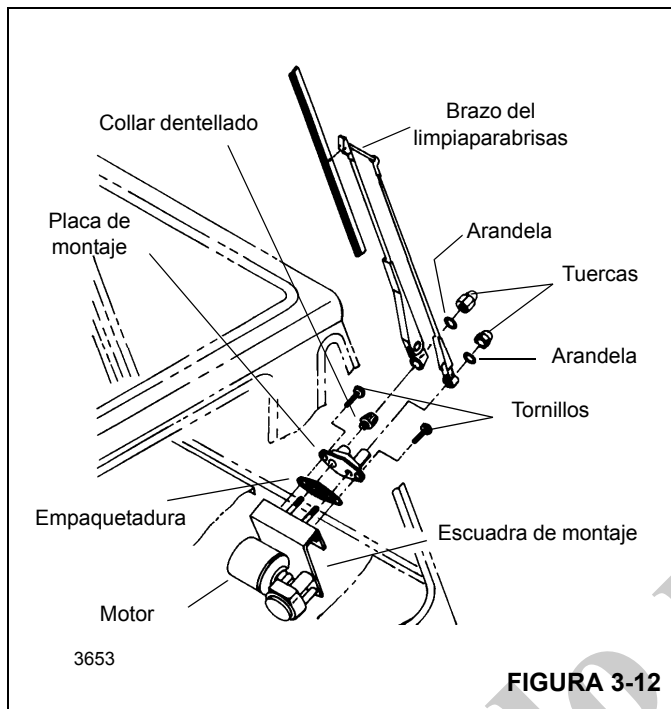

FIGURA 3-12
2. Conecte el motor del limpiaparabrisas a su escuadra con tornillos y arandelas (vea la Figura 3-12). Conecte el eje del motor del limpiaparabrisas a la manivela del conjunto de motor del limpiaparabrisas con la tuerca y la arandela.